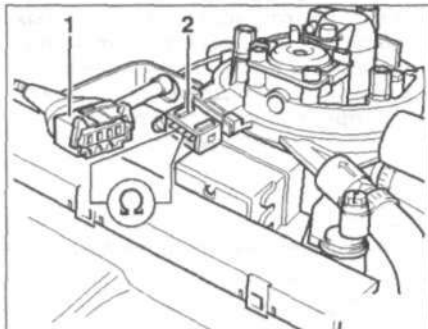

Рис. 5.52. Отсоедините разъем проводки 1 от форсунки 2.
14. Отсоедините разъем проводки 1 от форсунки 2 (рис. 5.52).